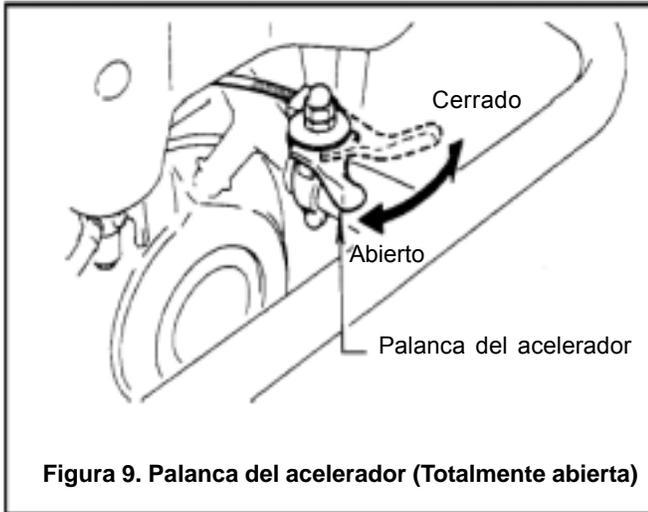

Figura 9. Palanca del acelerador (Totalmente abierta)
1. Para empezar la acción de apisonar, mueva la palanca del acelerador (Figura 9) rápidamente desde su posición de BAJA (cerrado) hasta su posición **TOTALMENTE ABIERTA**. NO mueva la palanca despacio ya que esto puede causar daño al embrague o al resorte.